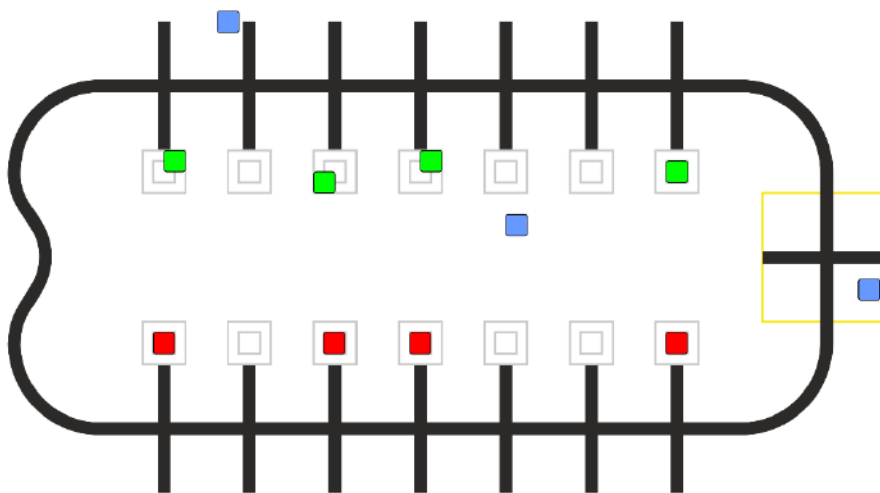

Рис. 2. Пример правильного выполнения задания
- Синие кубы нельзя перемещать в серые зоны, их можно сдвинуть в любое другое место, причем один из них следует доставить в зону старта/финиша. Пример правильного выполнения задания приведен на рис. 2.
- Один из синих кубов, расположенных на перекрёстках сверху, переместить в зону старта/ финиша (рис. 2).